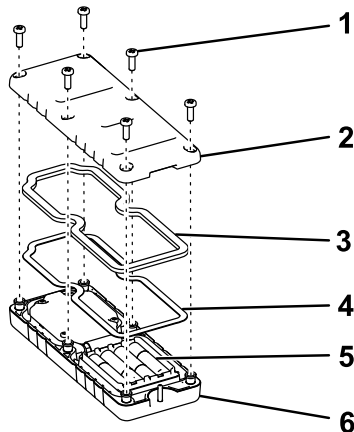

Figura 40
1. Remova os 6 parafusos da parte traseira do controlo remoto e retire a tampa (Figura 40).
5. Recolque a tampa e fixe-a com os 6 parafusos removidos anteriormente (Figura 40), apertando-os com um binário de 1,5 a 1,7 Nm (13 a 15 in-lb).